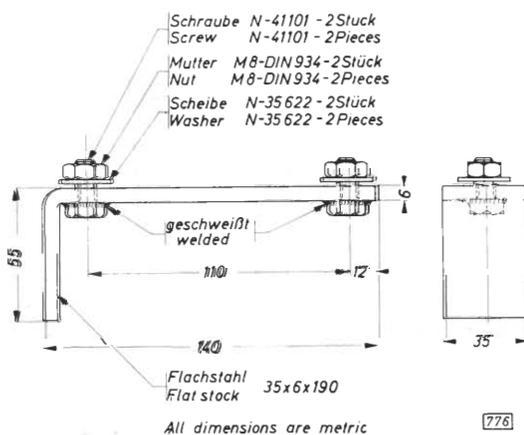
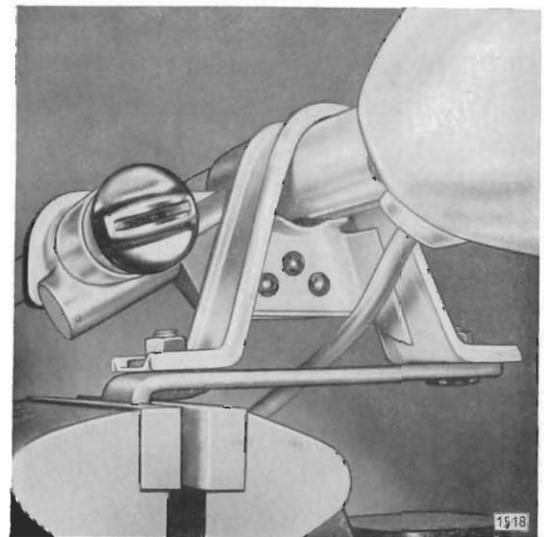

Bild 65 - Skizze zur Anfertigung des Haltewinkels
Bild 66 - Lenkstützrohr-Zusammenbau mit Haltewinkel im Schraubstock eingespannt – im Bild Schließzylinder des Lenk- und Zündschlosses montiert
1. Lenkstützrohr-Zusammenbau unter Verwendung eines Haltewinkels – Unterlegscheiben, Muttern – in den Schraubstock einspannen (Bild 66). Der Haltewinkel ist nach den in Bild 65 angegebenen Maßen in eigener Werkstatt anzufertigen.